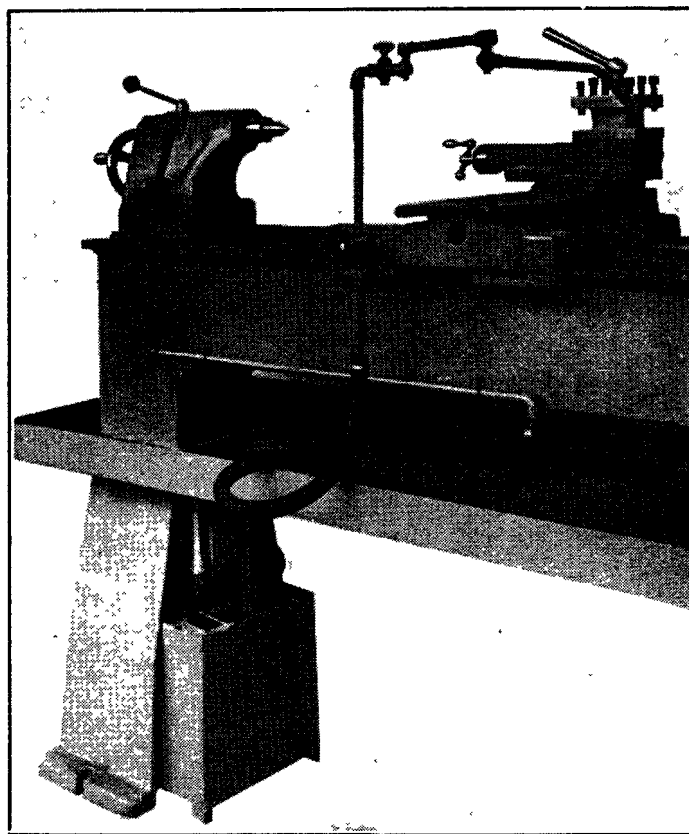

Fig. 25.
18. Dispositif d'arrosage (voir fig. 25).